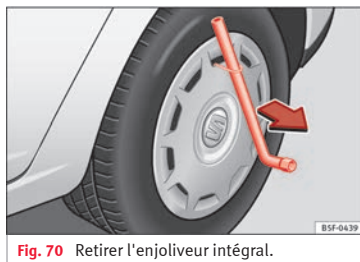

Fig. 70 Retirer l'enjoliveur intégral.
- Retirez l'enjoliveur intégral de la roue à l'aide de l'étrier métallique » **fig. 70**.